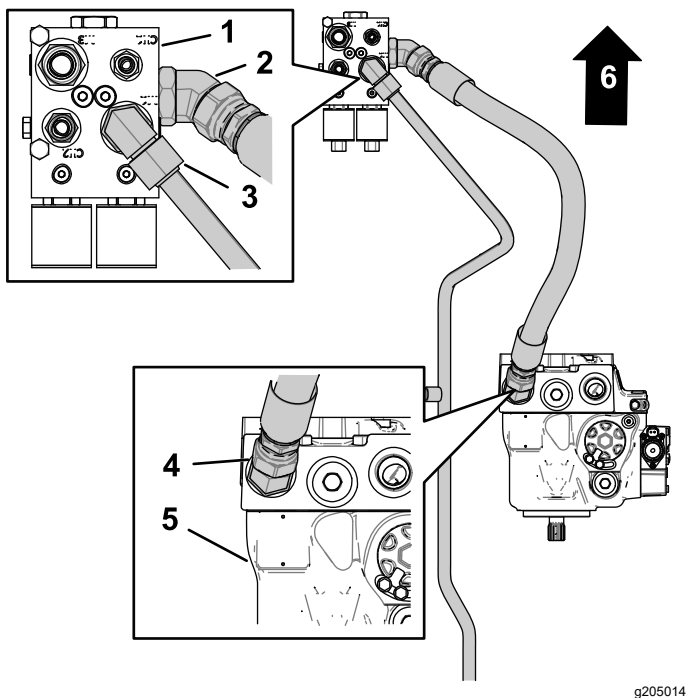

Figuur 7
1. Lijn de voorste buismoer voor de buis van de achtertractie uit met de elleboogfitting in de stroomverdeler (Figuur 7 en Figuur 8).